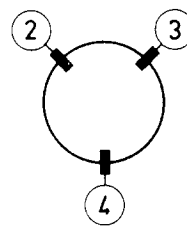

Fig. 4d
6. Togliere il cuneo (1) in modo da ottenere la situazione illustrata in Fig. 4d o 5d.